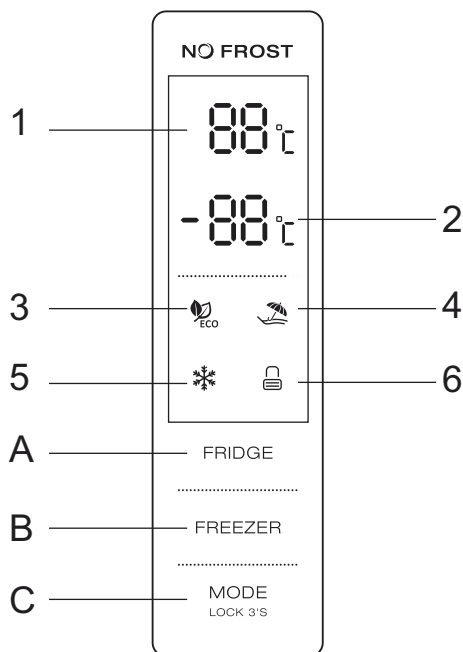

Fig. 23
3. Butonul C (MODE) - prin apăsarea succesivă a butonului, utilizatorul poate selecta Cele 4 moduri de funcționare ale frigiderului sunt **ECO, HOLIDAY, SUPER, USER**. Toate modurile vor fi disponibil numai după deblocarea frigiderului. Pentru a face acest lucru, trebuie să vă asigurați că pictograma 6 este aprinsă pe afișaj (Fig.23), apăsați butonul MODE timp de 3 secunde, pictograma 6 ar trebuie se stinga.
1. Mod ECO - când este selectat acest mod, afișajul va afișa simbolul 3 (Fig.23) frigiderul va seta automat temperatura la +5 C în frigider și -18 C în congelator. Utilizatorul nu poate selecta o altă temperatură. Butoane de selecție temperaturile vor fi blocate. Pentru a ieși din modul **ECO**, trebuie din nou apăsați butonul **MODE**.
2. Mod HOLIDAY - când este selectat acest mod, afișajul va afișa simbolul 4 (Fig.23), frigiderul va seta automat temperatura la +7 C. Selectați o altă temperatură utilizatorul nu va putea. Butoanele de selectare a temperaturii vor fi blocate. Pentru a ieși din Mod **HOLIDAY**, apăsați din nou butonul **MODE**